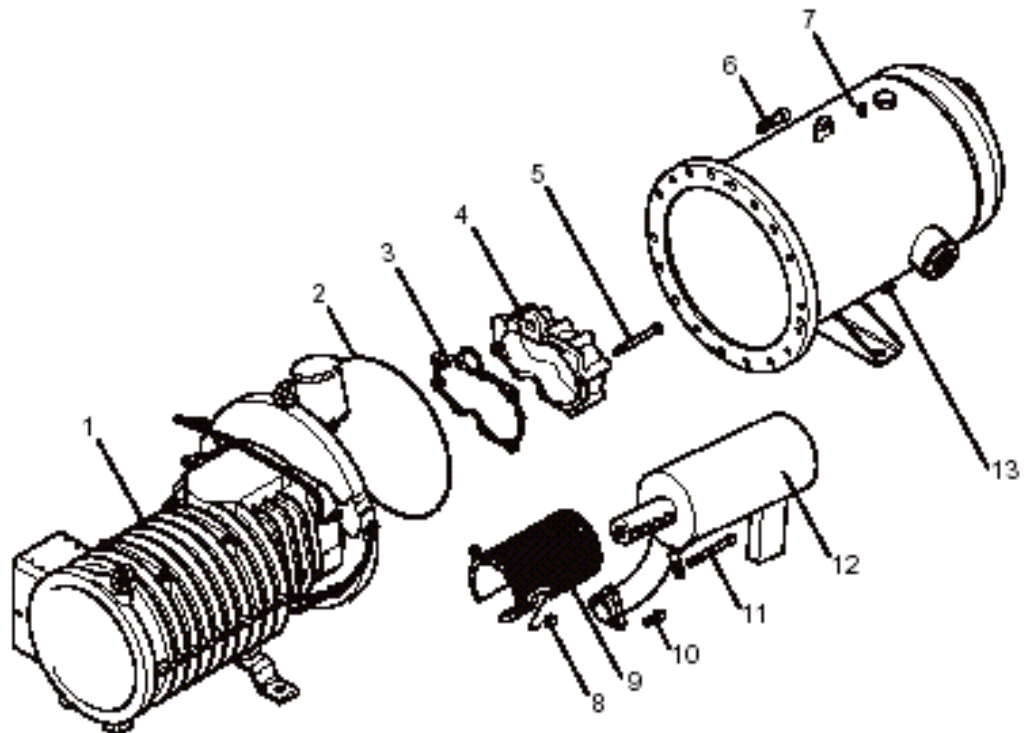

Fig.1 Desmontagem e montagem de um compressor parafuso; exemplo: compressor parafuso compacto HSKC 74
- Drene o óleo. O bujão do óleo (13) está localizado no fundo do separador de óleo (ver Fig. 1).
- Retire todos os parafusos eqüidistantes da flange (6) do vaso do separador de óleo (7). Remova o vaso do separador de óleo.
- Solte os parafusos (8), (10) e (11). Remova o separador centrífugo (12) e o defletor (9).
- Retire os parafusos (5). Remova a tampa (4). Caso a tampa (4) esteja emperrada, solte-a através do martelo de borracha com pequenas pancadas.
- Monte na ordem inversa. Utilize novas guarnições (2 e 3), veja a Fig.1!